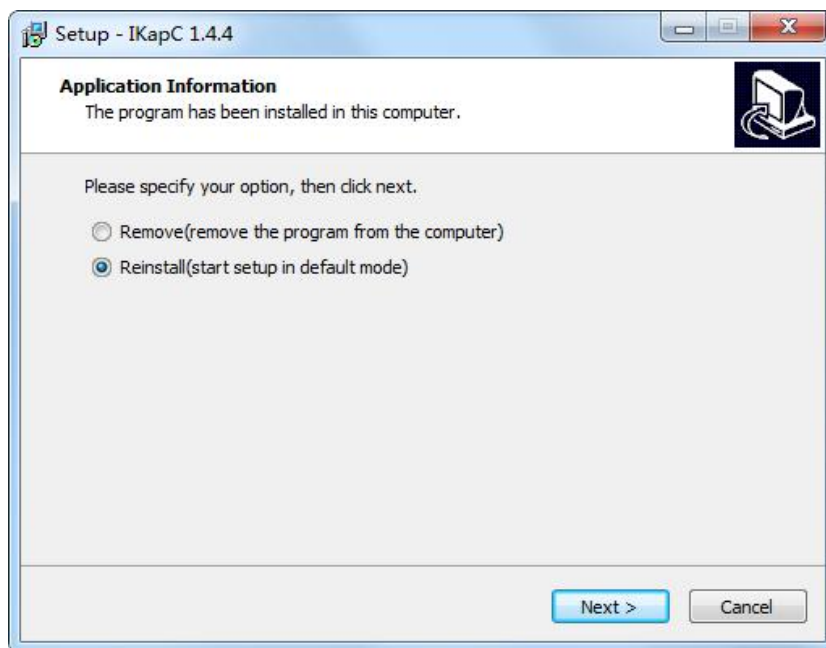

图 1 IKapCViewer 软件安装开始界面
- (1) 运行 IKapCSetup.exe 程序
- (2) 安装程序界面如图 1 所示。点击“Next”继续。